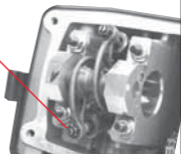

Fig. 5
- Entfernen Sie die Verschlusschraube des Nockenwellenlagers **(Fig. 5)**.
- Setzen Sie die neue Malossi Nockenwelle ein und fixieren Sie diese mit der Verschlusschraube **(Fig. 5)**.
- Setzen Sie die Ritzelbuchse auf die Nockenwelle **(Fig. 5)**.